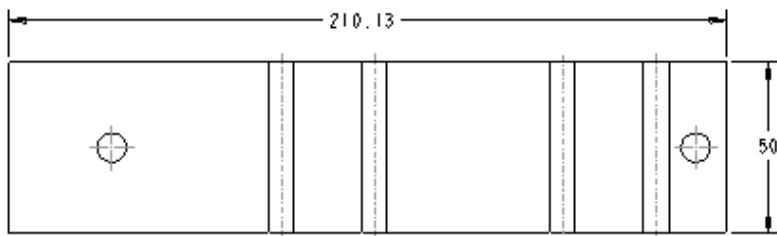

图 8-44 显示折弯轴线和孔的中心线
(3) 在菜单管理器的“绘图模型”菜单中选择“完成/返回”命令。
(4) 在功能区中单击“注释”选项卡，接着在“注释”组中单击（显示模型注释）按钮，打开“显示模型注释”对话框。
(5) 在“显示模型注释”对话框中打开（显示模型基准）选项卡，从“类型”下拉列表框中选择“轴”选项，接着在导航区的模型树窗口中单击选择 BC_S8_1 模型树的“拉伸2”特征，按住〈Ctrl〉键并单击选择“展平1”特征。
(6) 在“显示模型注释”对话框的（显示模型基准）选项卡中，单击（全部选择）按钮，然后单击“确定”按钮，从而在该视图中显示折弯轴线和孔的中心线，效果如图 8-44 所示。